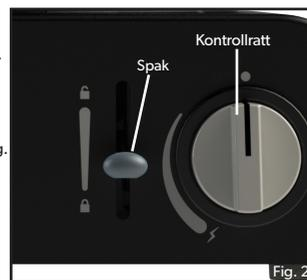

Fig. 2
- Kontrollera att manöverratten är i avstängt läge och att spaken är inställd på "upplåsning" (se fig 2).
- Lås patronen på plats genom att flytta spaken till läget "låsgas" (se fig. 2).
- Lås upp patronen genom att flytta spaken till "upplåsning" -läget (se fig 2).